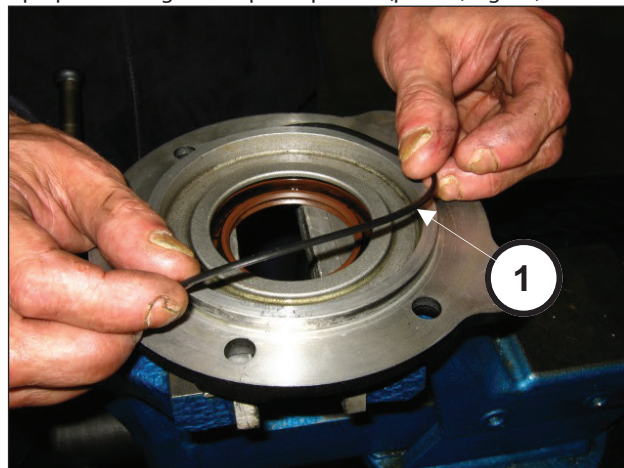

Fig. 92
Aplique o O-ring na tampa do pinhão (pos. ①, Fig. 92)